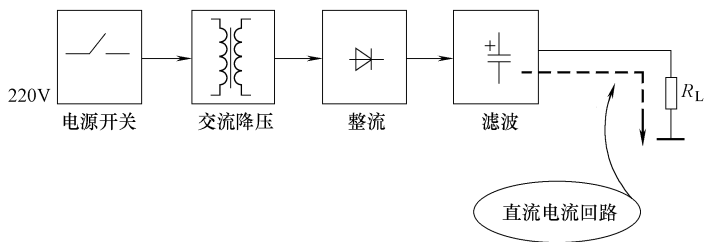

图 10-7 直流电流回路示意图
4) 直流电流回路。图 10-7 所示是直流电流回路示意图，直流电流是流过负载的电流， $R_L$  是电源电路的负载。